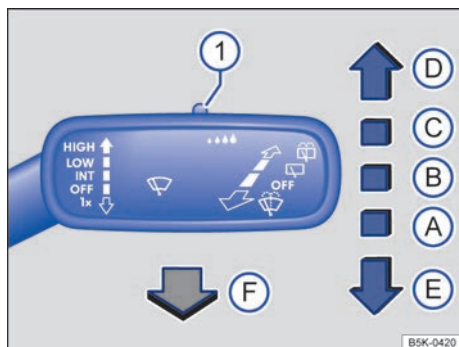

Fig. 115 En el lado derecho de la columna de dirección: manejo del limpiaparabrisas.
- Presione la palanca del limpiacristales brevemente hacia abajo → fig. 115 .